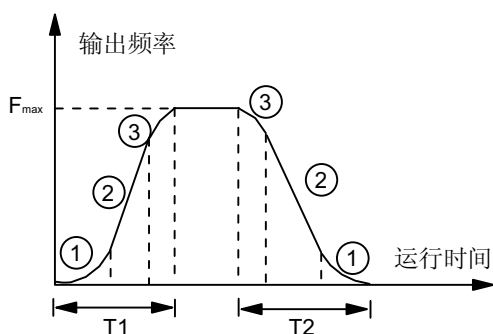

图 6-12 S 曲线加减速
变频器在加减速过程中，输出频率与加减速时间为S 曲线关系，按照S 形曲线递增或递减，如图 6-12的曲线所示。
S 曲线起始段时间如图 6-12 中的①所示，是输出频率的斜率从零逐渐增大的阶段。
S 曲线上升段时间如图 6-12 中的②所示，是输出频率的斜率保持恒定的阶段。
S 曲线结束段时间如图 6-12 中的③所示，是输出频率的斜率从大逐渐减小到零的阶段。